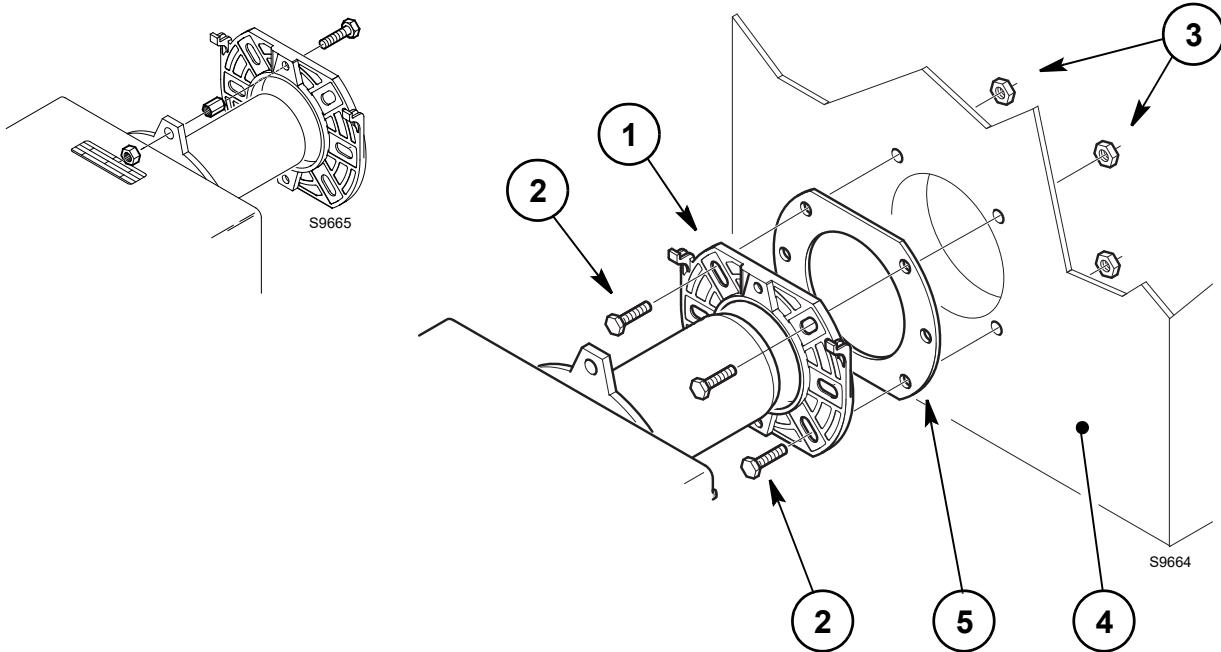

Fig. 8
- Colocar en la brida 1)(Fig. 8) el tornillo 2) y las dos tuercas 3).
- Fijar en la puerta de la caldera 4)(Fig. 8) la brida 1) con los tornillos 2) y (si es necesario) las tuercas 3) interponiendo la junta aislante 5).